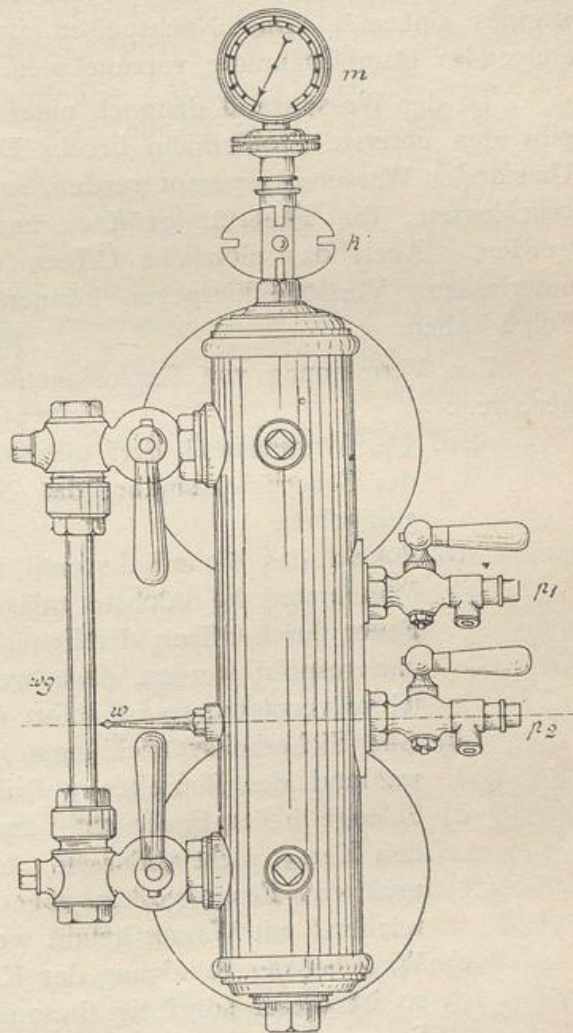

Abb. 149.
c) Zur weiteren Sicherheit dienen die Manometer m (Abb. 149), von denen an Dampfschiffskesseln mindestens zwei erforderlich sind; hiervon muß eins vom Verdeck aus leicht sichtbar sein. Meist gebräuchlich ist das Federmanometer, bei welchem die vorhandene Dampfspannung in Atmosphären durch einen Zeiger angegeben wird (m). Ein roter Strich kennzeichnet den höchstzulässigen Dampfdruck, auf welchen der Kessel geprüft und genehmigt ist.
d) Zur Erkennung des Wasserstandes im Kessel dienen die Wasserstandsgläser (wg in Abb. 149), deren zwei an Schiffskesseln angebracht sein müssen, ferner zwei Proberöhre p_1 und p_2 , deren unterster in der Ebene des festgesetzten niedrigsten Wasserstandes w liegt. Letzterer muß an jedem Wasserstandsglase und an der Kesselwandung durch eine deutlich erkennbare Marke bezeichnet sein (siehe in Abb. 149).